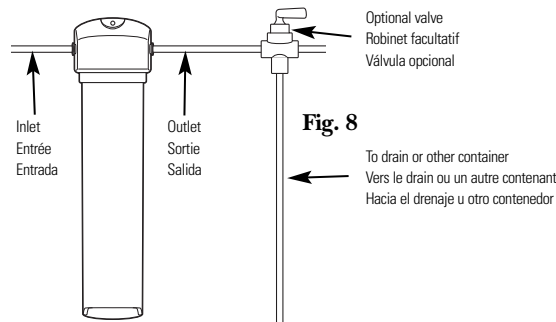

Fig. 8
2. Cycle the water dispenser or run optional valve (Fig. 8) for 3 to 5 minutes to flush out any harmless carbon fines that may be present.
An optional valve can be installed (Fig. 8) to flush water without going through the water dispenser. (This valve must be purchased separately and installed to comply with existing state or local plumbing codes.)
2. Mettre en cycle le rafraîchisseur d'eau ou actionner le robinet facultatif (Fig. 8) pendant 3 à 5 minutes afin d'évacuer les particules fines de carbone inoffensives qui pourraient être présentes.
Un robinet facultatif peut être installé (Fig. 8) pour évacuer l'eau sans devoir passer par le rafraîchisseur d'eau du réfrigérateur. (On doit se procurer ce robinet séparément et il doit être installé conformément aux codes de plomberie en vigueur localement.)
2. Inicie un ciclo del dispensador de agua del refrigerador o abra la válvula opcional (Fig. 8) por 3 a 5 minutos para lavar cualquier rastro de carbono inocuo que pueda estar presente.
Se puede instalar una válvula opcional (Fig. 8), para dejar correr agua sin pasar por el dispensador de agua del refrigerador. (Esta válvula se debe comprar por separado e instalarse según los códigos de plomería locales y estatales existentes.)